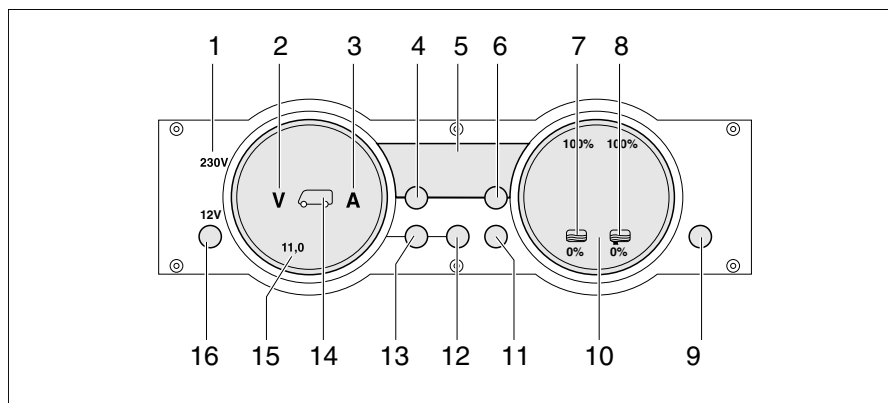

Bild 260 Panel MP 20-S
230 V-kontrollampan (Bild 260,1) lyser när nätspänningen ligger på el-blockets ingång.
Med huvudbrytaren 12 V (Bild 260,16) kopplas panelen och bodelens 12 V-försörjning till eller från.
- Tryck kort på knappen "12 V" (Bild 260,16). 12 V-försörjningen för bodelen är påslagen. Kontrollampan "12 V" lyser.
- ▷ Efter aktivering av försörjningen: om lysdioden "11,0" för voltindikeringen samt symbolen volt "V" (Bild 260,2) på indikeringsinstrumentet för batterierna (Bild 260,15) blinkar är bodelsbatteriets spänning för låg. Ladda batteriet.
- ▷ Efter aktivering av försörjningen: om kontrollampan "12 V", symbolen bodelsbatteri (Bild 260,14) och symbolen volt "V" (Bild 260,2) blinkar tre gånger är batterifrånkopplingen aktiverad. Avaktivera batterifrånkopplingen.
- Tryck kort på knappen "12 V" (Bild 260,16). 12 V-försörjningen för bodelen är avstängd. Kontrollampan "12 V" slocknar.
- Tryck på knappen bodelsbatteri (Bild 260,12) och håll den intryckt i ca 10 sekunder. Symbolerna volt "V" (Bild 260,2) och ampere "A" (Bild 260,3) blinkar tre gånger. Bodelsbatteriet är frånkopplat från 12 V-nätet.
- Tryck på knappen "12 V" (Bild 260,16) och håll den intryckt i ca 5 sekunder. Symbolen volt "V" (Bild 260,2) blinkar tre gånger. Bodelsbatteriet är anslutet till 12 V-nätet. Kontrollampan tänds efter ca 2 sekunder.
- Tryck på knappen Bodelsbatteri "🔌" (Bild 260,12). Symbolen volt "V" (Bild 260,2) lyser. Symbolen ampere "A" är vit eller röd beroende på laddning eller urladdning. Batterispänningen och strömmen för bodelsbatteriet visas via lysdioderna på indikeringsinstrumentet.
- Tryck på knappen Startbatteri "🔌" (Bild 260,13). Symbolen volt "V" (Bild 260,2) lyser. Startbatteriets spänning visas via lysdioderna på indikeringsinstrumentet.
- Tryck på knappen Tankar  (Bild 260,11). Symbolerna vattentank  (Bild 260,7) och avloppstank  (Bild 260,8) lyser. Nivån i vattentanken (vänster skala) och i avloppstanken (höger skala) visas via lysdioderna på indikeringsinstrumentet.
Symbolen volt "V" (Bild 260,2) och lysdioden "11,0" blinkar när batteriets spänning sjunker under 11 V (mätning under pågående drift) och det finns risk för en djupurladdning.
Symbolen vattentank  (Bild 260,7) eller symbolen avloppstank  (Bild 260,8) blinkar när vattentanken är tom eller när avloppstanken är full.
Via den digitala indikeringen (Bild 260,5) kan innetemperaturen och utetemperaturen avläsas.